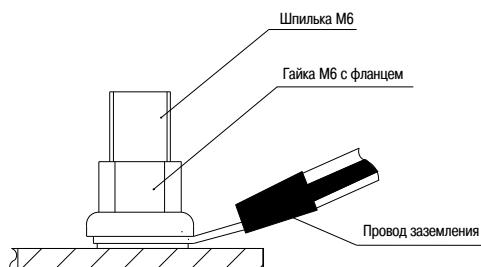

Рисунок 17
4.3.7 После сборки необходимо произвести заземление двери и боковых панелей с корпусом. Для крепления проводов заземления к шпилькам заземления используются гайки M6 (с фланцем) (рисунок 17):